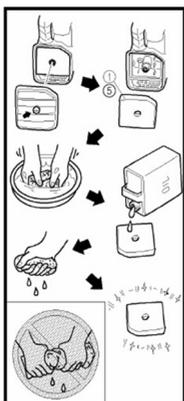

Fig. 1
1. Ouvrez le couvercle du filtre à air (Fig. 1 pour les modèles KSB 21i, KSB 35i; Fig. 1, 2 pour les modèles KSB 21i S, KSB 31iE S).